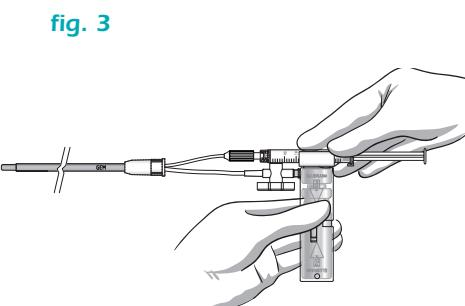

fig. 3
Dopodichè rimuovere l'ago, **avvitare la siringa** (fig.2) **all'attacco luer del tubicino libero e posizionarla** (fig.3) **nell'alloggiamento posto sopra il semiguscio superiore della bomboletta**
2) **to the luer adapter of the free tube and place it** (fig. 3) **in the holder on the upper half-shell of the canister.**
Enlever ensuite l'aiguille, **visser la seringue**(fig.2) **au raccord luer du petit tube coté libre et la positionner** (fig.3) **dans le logement situé au-dessus de la demi-coque supérieure du nébuliseur** en l'enclenchant jusqu'au fond.